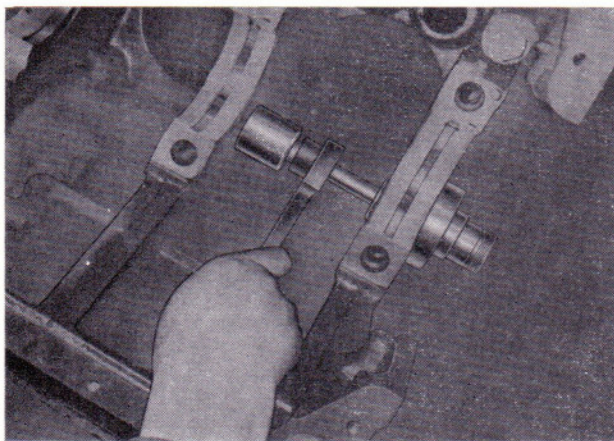

Bild 59
- Den Druckdorn aufdrehen und damit den Lagerzapfen aus dem Kurbelgehäuse herausdrücken (Bild 59).